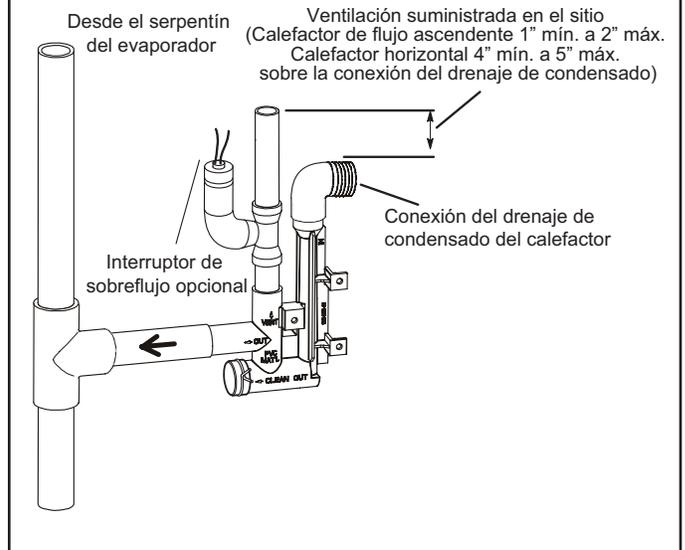

FIGURA 49
- 5 - La FIGURA 48 y la FIGURA 50 muestran el calefactor y el serpentín del evaporador usando un drenaje separado. Si es necesario, la línea de condensado del calefactor y del serpentín del evaporador se pueden drenar juntas. Ver la FIGURA 49, FIGURA 51 y FIGURA 52.